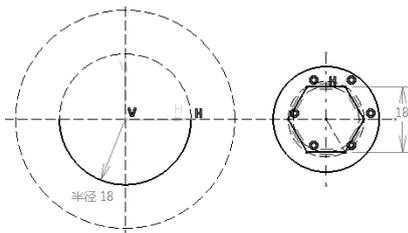

图 5-134
- 单击“3点弧”按钮，绘制半径为18mm的圆弧，此圆弧与构造线圆重合，如图5-134所示。